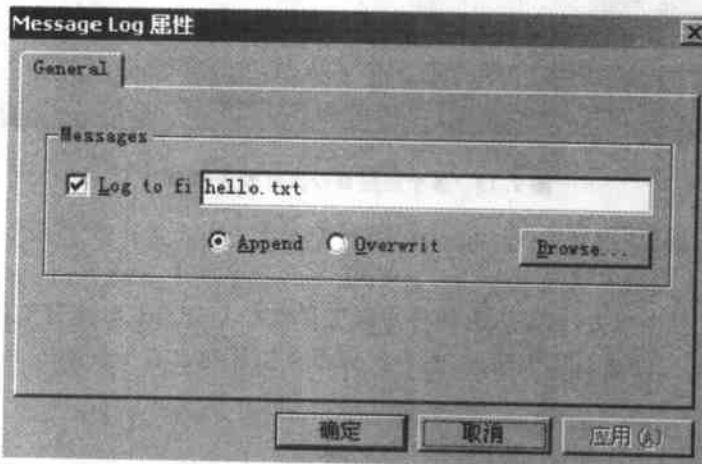

图 7.15 Message Log 属性窗口
- (1) 选择 File→Load Program 项，加载 hello.out 文件。
- (2) 选择 Debug→Go main 项，编辑窗口将显示 hello.c 文件内容，而且 main 函数的第一行被高亮显示，表明程序执行到此行后暂停。
- (3) 选择 Tools→DSP/BIOS→Message Log 项，此时将在 CCS2 窗口下方出现 Message Log 区域。
- (4) 在 Message Log 区右击，在弹出的菜单中选择 Property Page，在 Message Log 属性窗口的 Log to fi 栏输入 hello.txt 作为文件名，如图 7.15 所示。单击 OK 按钮。